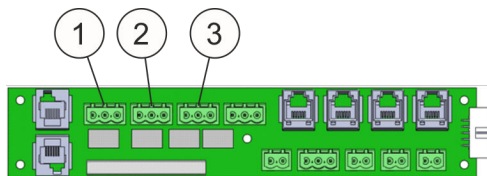

Fig. 72: Morsetti di collegamento
- Morsetto di collegamento per uscita relè "Preallarme" (Fig. 72/1)
- Morsetto di collegamento per uscita relè "Allarme incendio" (Fig. 72/2)
- Morsetto di collegamento per uscita relè "Estinzione" (Fig. 72/3)